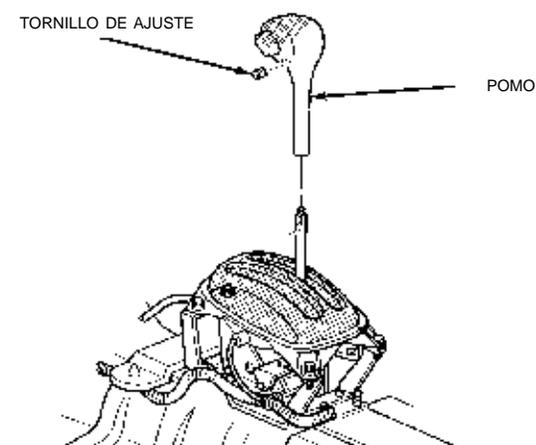

**Fig. 7 Cable del cambio de marchas**
- (1) Desconecte ambos cables de la batería.
- (2) Tire hacia arriba y retire el centro de distribución de tensión.
- (3) Retire el protector térmico de la batería.
- (4) Retire la batería y el anclaje de la misma de la bandeja.
- (5) Retire la bandeja de la batería y el servo de control de crucero (si está equipado).
- (6) Retire el tornillo de la ménsula del cable en el transeje (Fig. 7).